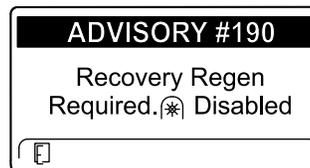

Рисунок 48
- Требуется восстановительная регенерация – механизм отбора мощности выключен, ИНФОРМАЦИОННОЕ СООБЩЕНИЕ № 190 (Рисунок 48)